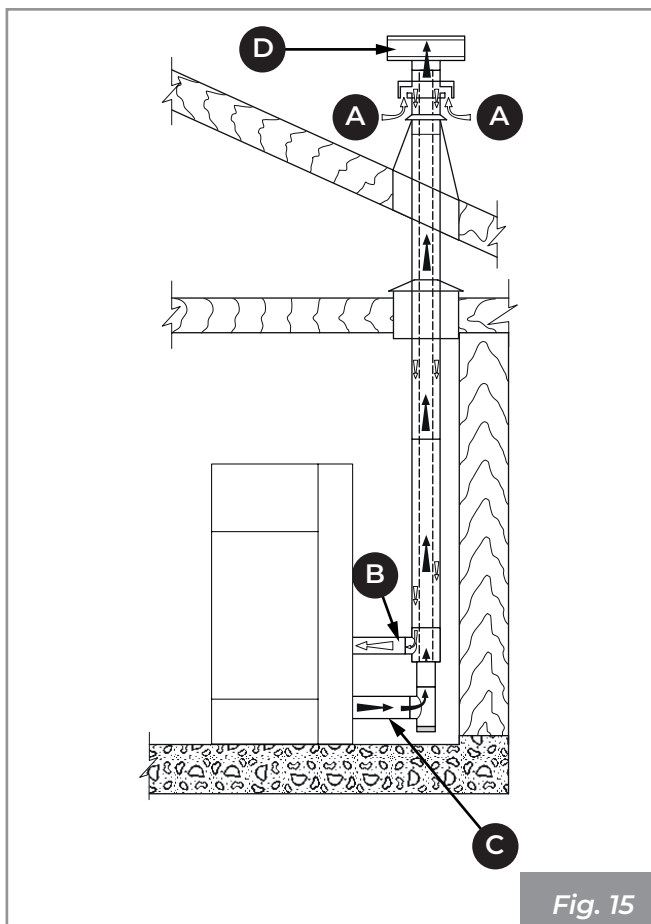
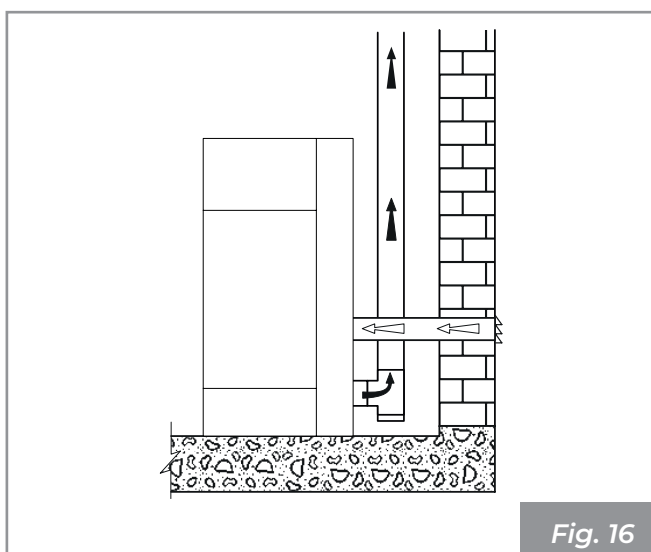

Fig. 15
Fig. 16
- provenire direttamente dall'esterno con collegamento diretto alla camera di combustione (**Fig. 15 - Fig. 16**).
- canalizzare l'aria comburente sfruttando un tubo di scarico coassiale per l'espulsione dei fumi e il prelievo dell'aria (**Fig. 15 - A, B** = Ingresso aria, **C, D** = Uscita fumi); pertanto non è necessario fare una classica presa d'aria nel locale.
- collegare l'ingresso dell'aria comburente dell'apparecchio alla presa d'aria con un apposito condotto (**Fig. 16**).